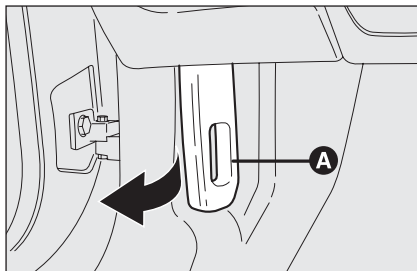

рис. 112
- ☐ потяните рычаг **A** - **рис. 112** в направлении стрелки;